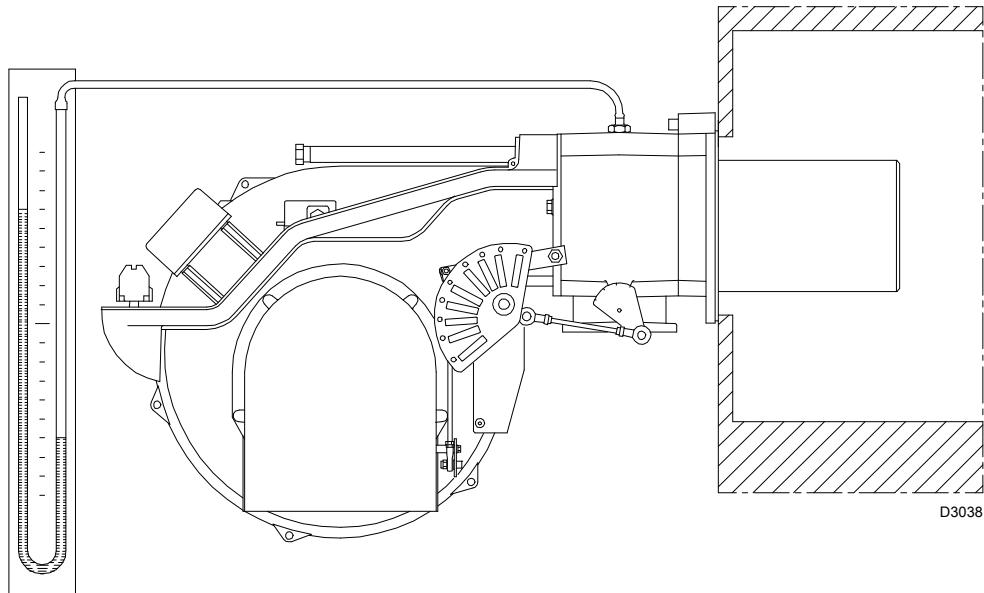

图 27
- 在过渡段上的燃气压力测试点安装“U”型压力计（图 27）。